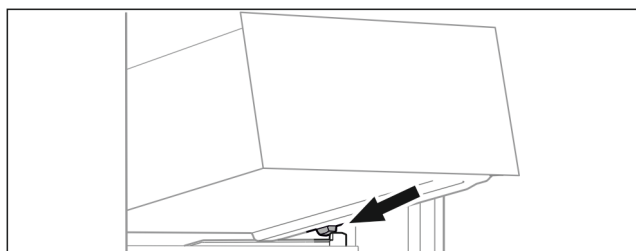

Fig. 65
- ▶ 将抽屉斜放在容器肋梁上的止动器后面。(参见 Fig. 65)